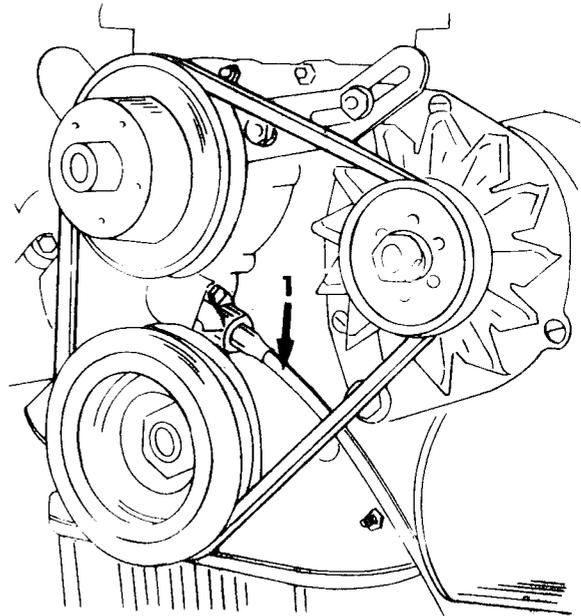

Bild 72
- Den Anschluss des Drehzahlmessers von der Wasserpumpe abschliessen (Kordelmutter) und die Spirale zur Seite legen (Bild 72).